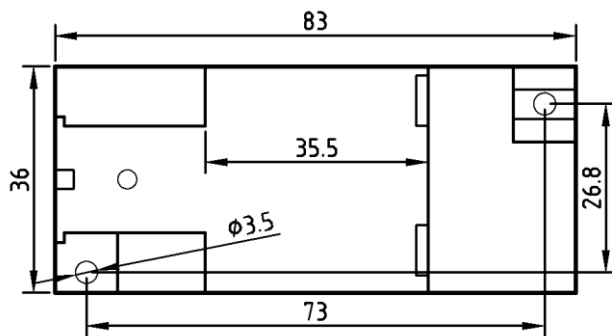

图5 安装尺寸图
产品采用 DIN35 导轨式安装或螺钉固定安装, 其安装尺寸如图 5 所示(单位 mm)。
- ① 把变送器固定卡槽一侧勾在安装导轨上;
- ② 向下牵动弹簧销;
- ③ 使变送器卡口套在安装导轨上;
- ④ 松开弹簧销, 变送器卡在安装导轨上。
- ① 按图 5 所示的螺孔位置在固定板上打直径为 4mm 孔;
- ② 使用小于 $\Phi 3.5$ 的螺钉插入孔中固定。